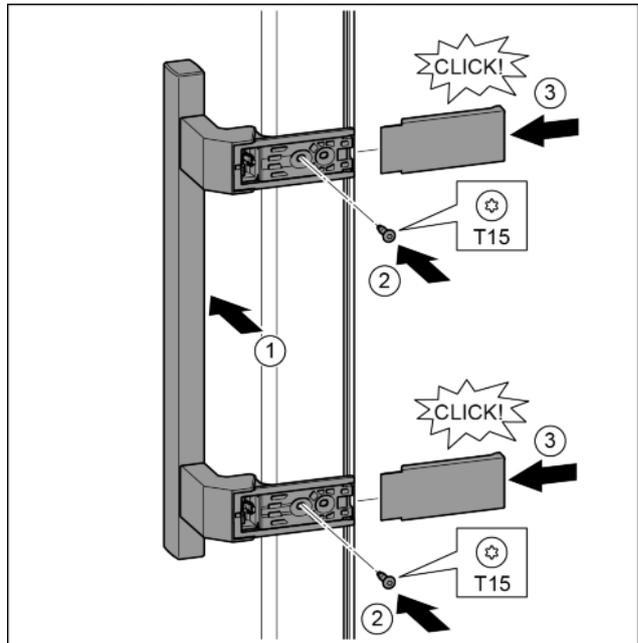

Fig. 20
- ▶ Poser la poignée sur le côté opposé. Fig. 20 (1)
- ▶ Serrer les vis avec le tournevis T15. Fig. 20 (2)
- ▶ Mettre en place les caches latéralement et pousser dessus. Fig. 20 (3)